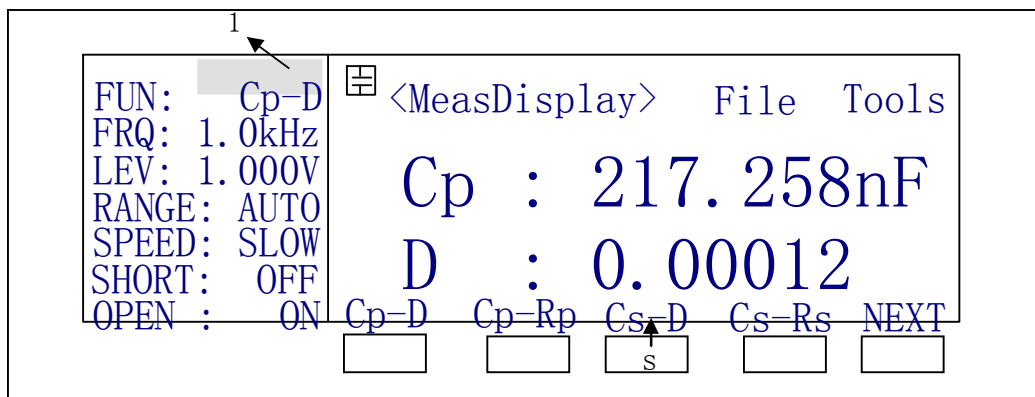

图 4-2 软键选择示例
- 选择和按下一个软键，那么对应于这个软键的显示区域的内容将在反白条所处显示，如图 4-2 所示，如果按下 S 软键，那么箭头 1 所指的区域将显示 Cs-D。如果反白区域可支持数字输入，则可以用数字键和 **ENTER** 来输入数据。